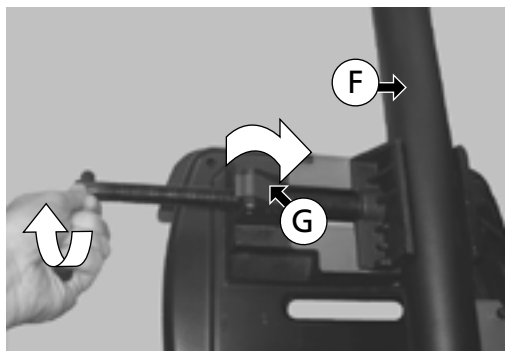

Fig. 18
4. Levante y gire de nuevo la "media tuerca" (G) - (Fig. 18) - para acoplar el husillo. Apretar la manivela del husillo de modo que la pieza a cortar quede bien sujeta en el torno de banco - (Fig. 18).